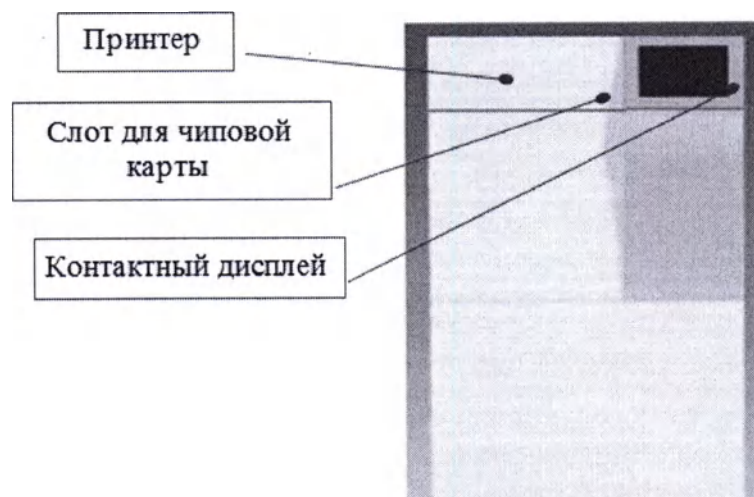

Рисунок 1. Вид индикации со стороны обслуживания и загрузки материала
1.7.1 Со стороны обслуживания и загрузки материала рисунок 1.